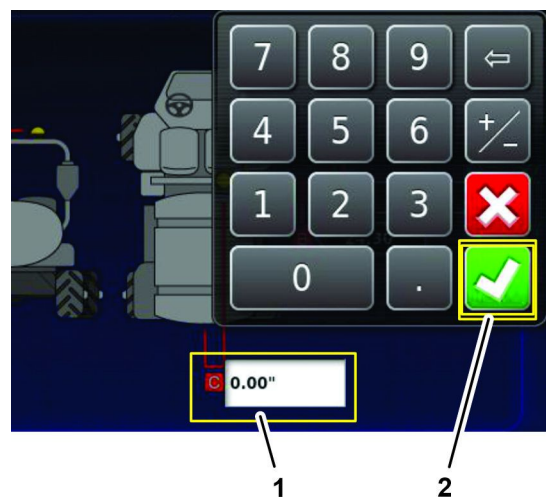

Figura 191
1. Ícone de distância entre a linha de centro do eixo traseiro e o centro do receptor de satélite (B)
3. Pressione o ícone de distância entre a linha de centro da máquina e o centro do receptor de satélite (C), utilize o teclado virtual para inserir a medida anotada no formulário de geometria do veículo, no tópico Medir a Geometria do Veículo \(página 85\) e pressione o ícone Confirmar (Figura 191).